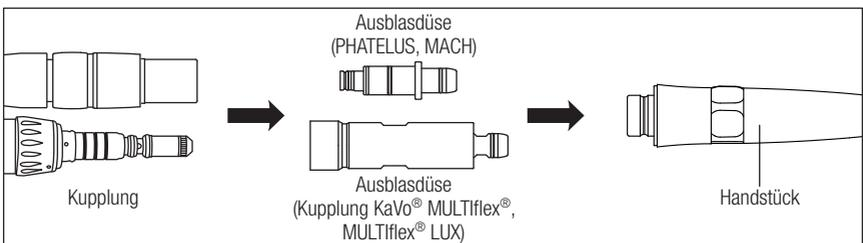

Abb. 15
- Montieren Sie die mitgelieferte Ausblasdüse an der Turbinenkupplung und stecken Sie das Handstück auf die Ausblasdüse. Führen Sie für mehr als 5 Sekunden einen Leerlauf ohne Wasser durch, um die Leitungen zu reinigen/ auszublasen. (Abb. 15)